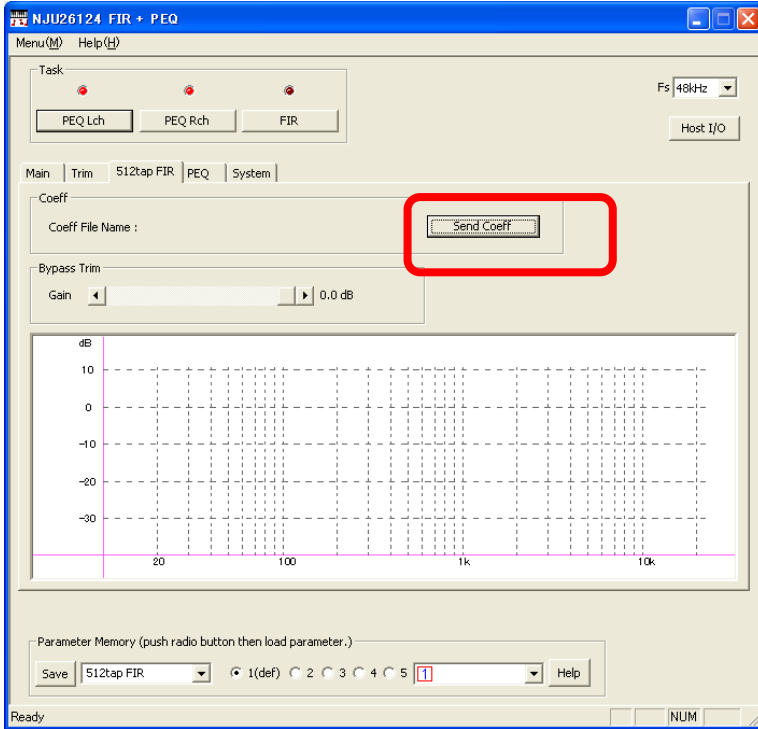

図 6.3 512tap FIR 制御画面
4. “512tap FIR”タブをクリックします。図 6.3 が 512tap FIR 制御画面です。